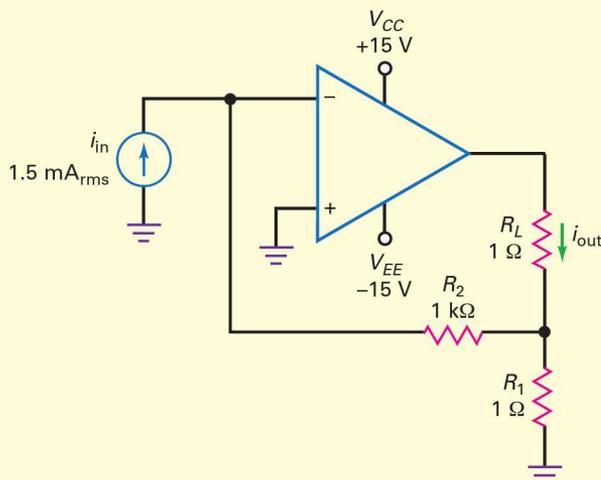

Figure 17.13
Que vaut le courant de charge de la figure 17.13 ? la puissance dans la charge ? Si la résistance de charge passe à 2Ω , que deviennent le courant et la puissance ?
17.8 Avez-vous compris ? Reprendre la figure 17.13, faire passer i_{in} à 2 mA et calculer i_{out} et P_L .